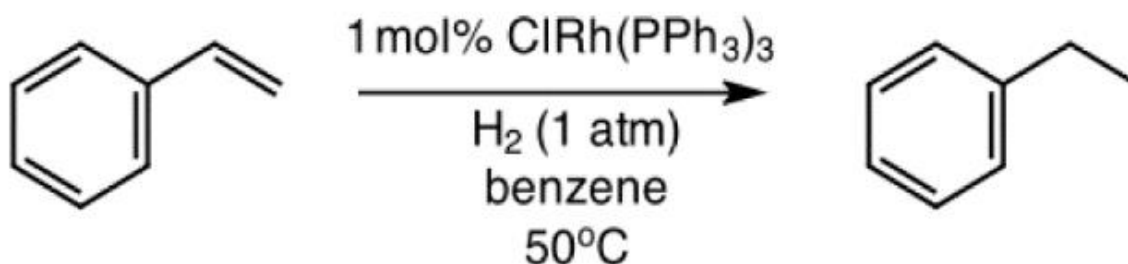

Figure 3. Ethylbenzene을 얻기 위한 $[Cl-Rh(PPh_3)_3]$ 와 Styrene 수소화 반응
Benzene(30mL)이 들어있는 삼목 둥근 바닥 플라스크에 Styrene(1.25g, 12mmol, 0.4M)을 첨가한다. 용액에 가스를 제거하여 대기압 상태로 만든 후, tris(triphenylphosphine rhodium) (1) chloride(0.222g, 2mol%)를 추가하고, 50°C까지 가열시킨다. (압력 발생) 그 용액을 2.5시간동안 반응시켜 NMReady를 통해 5분마다(2.2mL/min) 해당 온도에서 ^1H NMR 스펙트럼(59.96MHz, 8scan, 32 sec)을 얻어 나타낸 Overlay Plot을 Figure 3에 나타내었다.